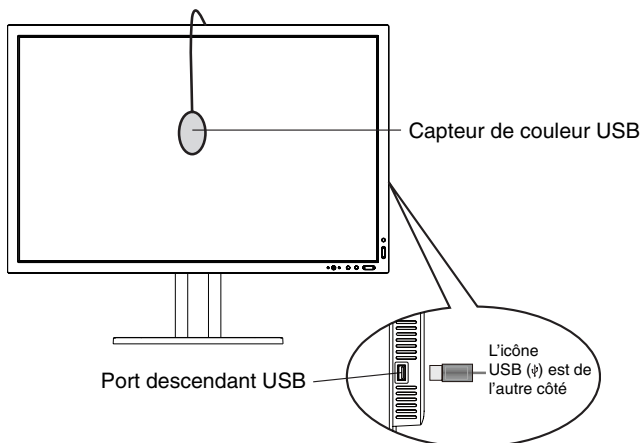

Figure S.1
3. Branchez le capteur de couleur USB dans le port USB descendant situé de côté ou en bas pour le mode portrait (**Figure S.1**).
6. Lors de la procédure, on vous demandera de placer le capteur de couleur USB au centre du panneau d'affichage (**Figure C.3**). Inclinez le panneau d'affichage d'environ 5° vers l'arrière et placez le capteur de couleur USB au centre du panneau d'affichage (**Figure S.1**).